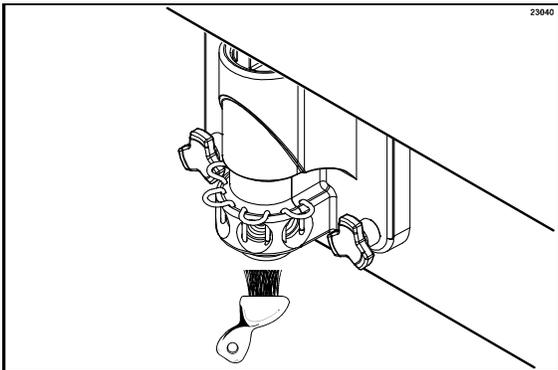

Figura 55
10. Lleve un poco de solución limpiadora al congelador. Coloque un balde debajo del surtidor de la puerta, moje el cepillo del surtidor de la puerta en la solución limpiadora y cepille los orificios de jarabe de la puerta del congelador, el surtidor de la puerta, la parte inferior del rotor, el asa del rotor y los conectores de las líneas de jarabe. (Vea la figura 55).